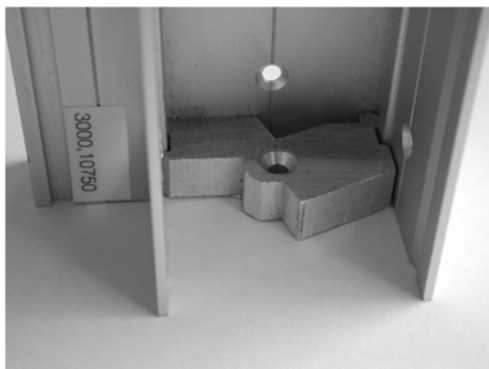
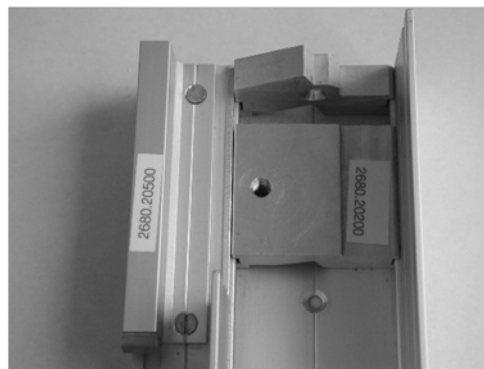

Bild 2
Bild 2.1
4. Falls vorhanden, bei Montage nach unten und oben, untere (Bild 2) und obere (Bild 2.1) Befestigungsplatte einlegen und markieren.